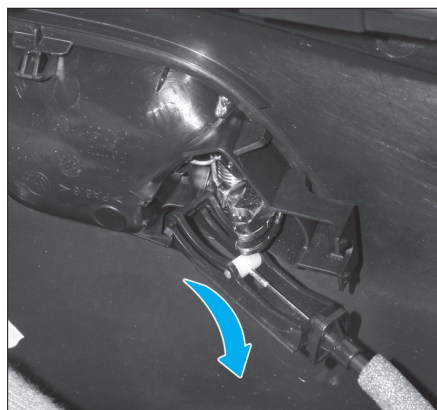

FIG. 65
- Déloger le câble de commande de la poignée intérieure (Fig.65).